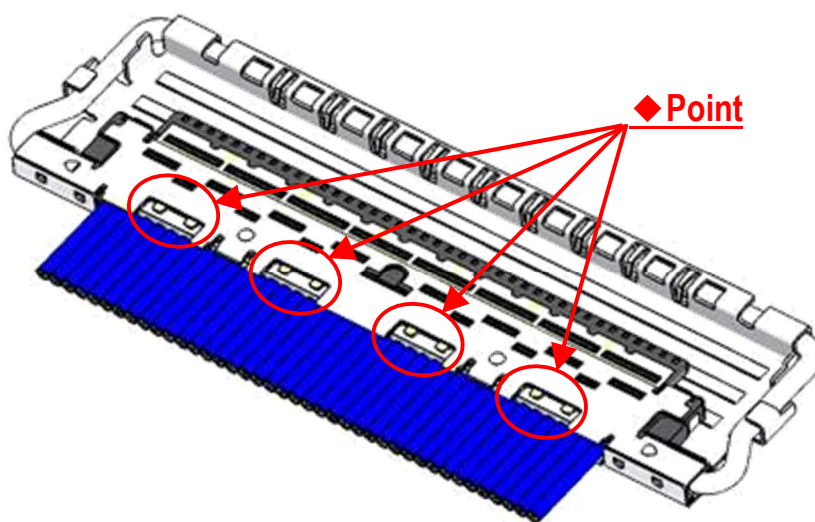

Fig.11 Soldering of SHELL-B and GND BAR
- ⑤ SHELL-A と SHELL-B を半田コテにて全箇所半田付けすることを推奨する。 (Fig.11 ◆部)